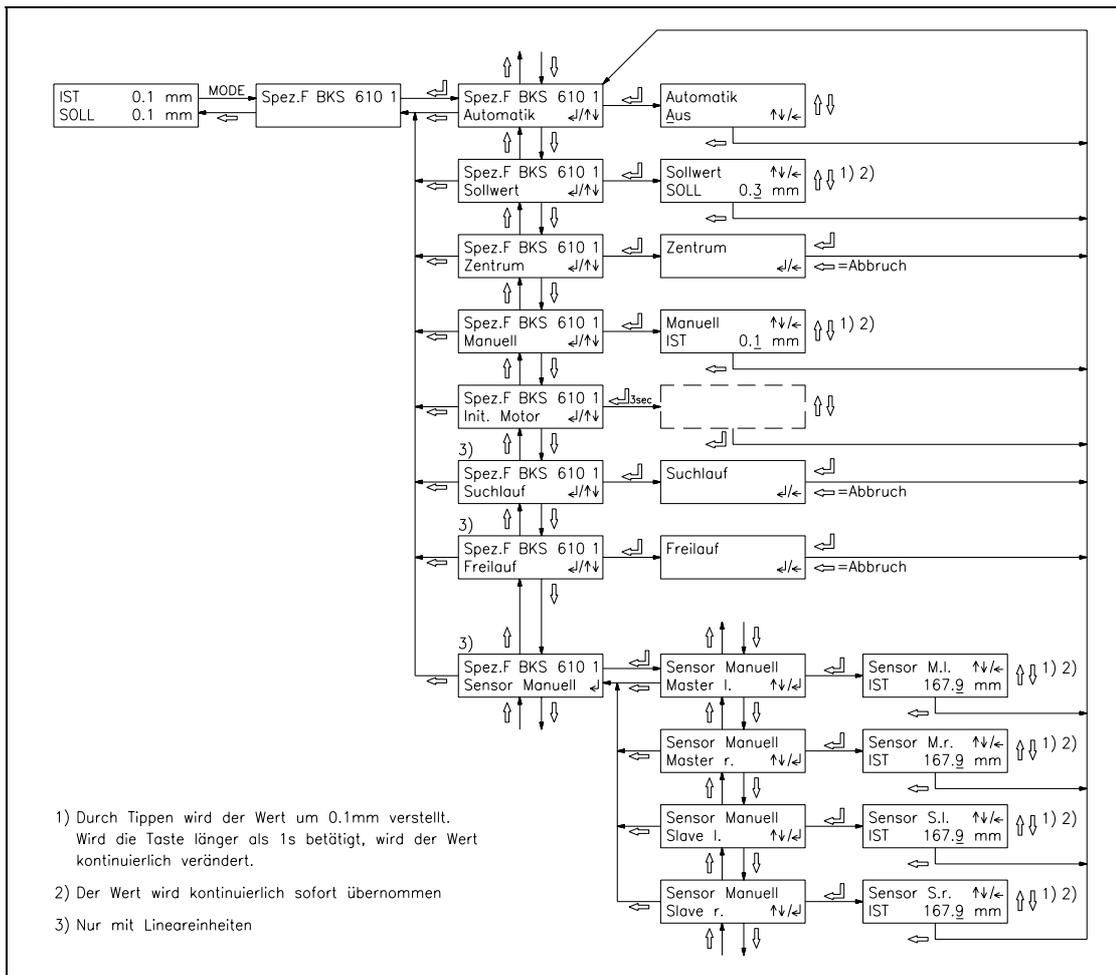

Bild 16: Hauptbedienebene BKS610
Mit den Sonderfunktionen (siehe Bild 16) stehen für den manuellen Betrieb folgende Möglichkeiten zur Verfügung:
- Reglerfreigabe mit Sonderfunktion *Automatik* (Bild 16) oder über digitalen Eingang. Die Kontroll-LED *Auto* leuchtet. Als Positions-Sollwert für die Slavebahn wird der Istwert der Masterbahn übernommen. Der Regler beginnt, die Slavebahn auf den Sollwert zu führen bzw. zu halten.
- Die Position der Slavebahn kann nun mit der Spezialfunktion *Sollwert* (Bild 16) oder über digitale Eingänge während des Betriebs verstellt werden (Schrittweite 0.1mm). Mit Taste \uparrow bewegt sich die Bahn aus dem Sensor heraus; mit Taste \downarrow bewegt sie sich hinein.
- Beenden des Automatik-Betriebs durch erneutes Aufrufen der Sonderfunktion *Automatik* (Bild 16). Die Kontroll-LED *Auto* erlischt.
- Wird die Kante nicht detektiert, so kann ein Suchlauf durchgeführt werden durch Aufruf der Sonderfunktion *Suchlauf* (siehe Bild 16) oder über digitalen Eingang. Die Lineareinheit der Masterbahn sucht dann die Kante. Gleichzeitig wird der Suchlauf für die Slavebahn ausgeführt.
- Reglerfreigabe mit Sonderfunktion *Automatik* (siehe Bild 16) oder über digitalen Eingang. Die Kontroll-LED *Auto* leuchtet. Als Positions-Sollwert für die Slavebahn wird der Istwert der Masterbahn übernommen. Der Regler beginnt, die Slavebahn auf den Sollwert zu führen bzw. zu halten.
- Die Position der Slavebahn kann nun mit der Spezialfunktion *Sollwert* (Bild 16) oder über digitale Eingänge während des Betriebs verstellt werden. Die Sensoren werden der Materialkante automatisch nachgeführt.
- Beenden des Automatik-Betriebs durch erneutes Aufrufen der Sonderfunktion *Automatik* (siehe Bild 16). Die Kontroll-LED *Auto* erlischt.
- Sonderfunktion *Freilauf* (Bild 16) ausführen, damit die Sensoren auf den Referenzpunkt der Lineareinheiten fahren.